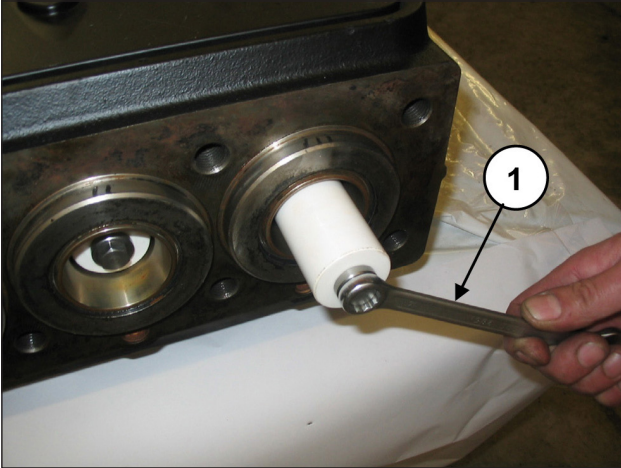

Fig. 111
Démonter les pistons en desserrant les vis de fixation (rep. ①, Fig. 111).